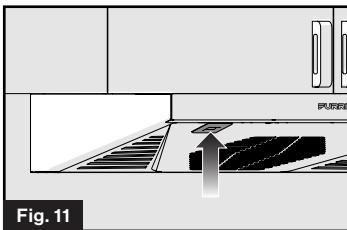
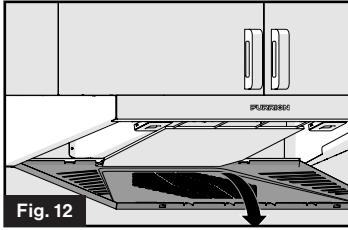

Fig. 11
Fig. 12
2. Soulevez le panneau du filtre des loquets arrière, puis posez-le sur une surface protégée. (Fig. 11 et Fig. 12)